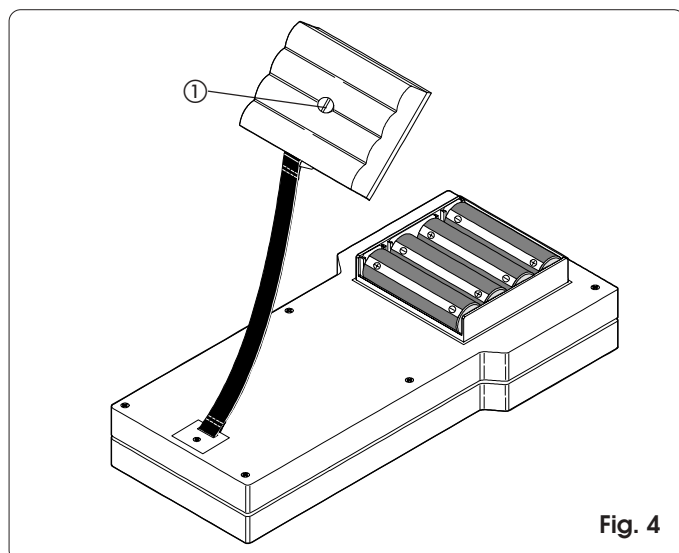

Fig. 4
Dévisser la vis de fermeture du logement des batteries situé sur le fond de FAACTOTUM (fig. 4 réf. ①) et soulever le couvercle.